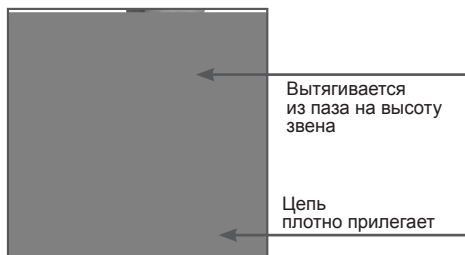

Рис.8 Правильное натяжение цепи
2. Вращайте наружное кольцо до тех пор, пока цепь не будет плотно прилегать к нижней части шины без провиса, на середине шины цепь должна выходить из направляющего паза примерно на высоту зуба (Рис.8). Нажмите на выключатель пилы и проташите цепь по шине. Цепь должна двигаться свободно.